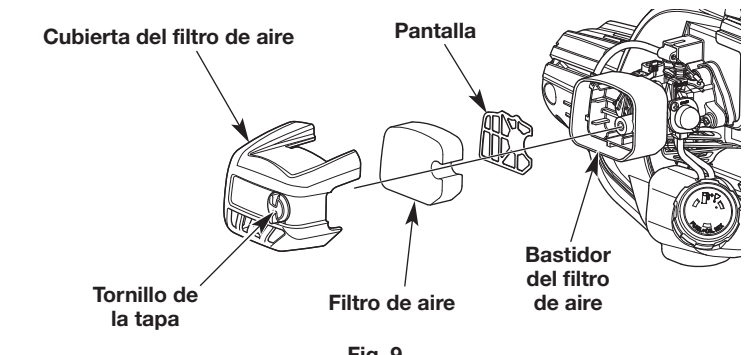

Fig. 9
1. Abra la tapa del filtro de aire desenroscando el tornillo correspondiente (Fig. 9).
2. Saque el filtro de aire y la pantalla que está detrás del mismo (Fig. 9).
6. Reemplace el filtro de aire y la pantalla que está detrás del mismo (Fig. 9).